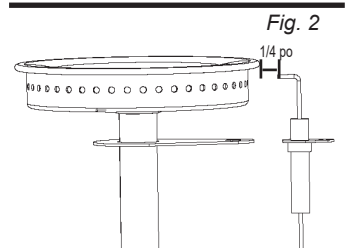

Fig. 2
- Vérifiez si la tige d'allumage est correctement espacée et alignée sur le brûleur. La tige d'allumage devrait se trouver à environ 1/4 po du brûleur et être alignée sur le haut du port d'un brûleur (Fig. 2). Confirmez si l'espacement est correct en appuyant sur le bouton d'allumage et en vous assurant qu'une étincelle se produit entre la tige d'allumage et le brûleur.